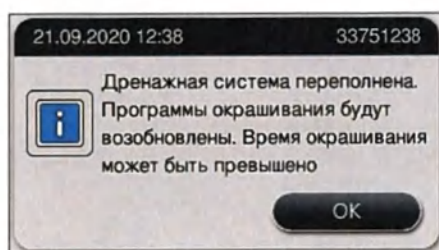

Рис. 121
- ✓ После устранения засорения на экране появляется другое сообщение (→ "Рис. 121") с указанием на то, что процесс окрашивания может быть продолжен. Нажмите **ОК** (→ "Рис. 121") для продолжения.
1. Если новые попытки очистки оказались успешными и засорение было устранено, уровень воды падает ниже критической отметки. На экране появляется сообщение (→ "Рис. 121"), информирующее пользователя о том, что программы окрашивания могут быть продолжены. Нажмите **ОК** (→ "Рис. 121") для продолжения. Возможность запуска программ отображается на экране, и программы в рамках технологического процесса автоматически продолжают.